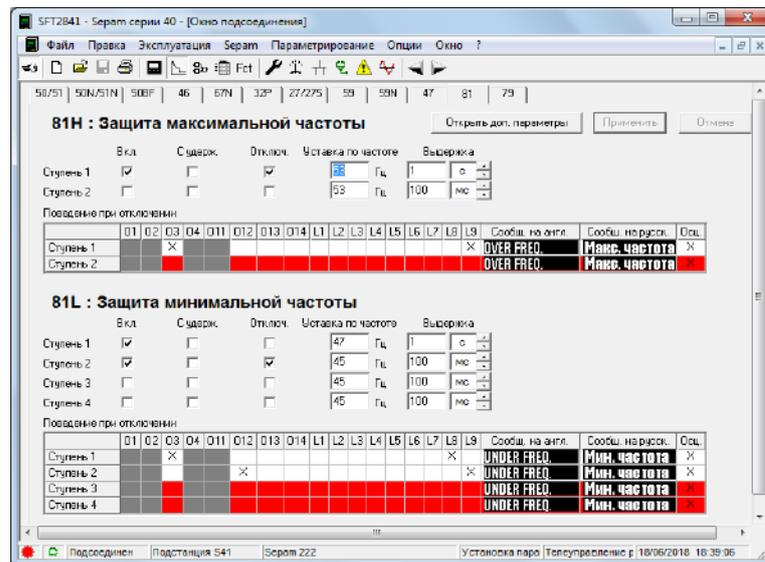

Рисунок 5.7 – Окно «81N уставки защиты максимальной/минимальной частоты»
10. На иконке  панели инструментов расположены параметры уставок, на вкладке 81Н расположены уставки Защиты максимальной/минимальной частоты (ЗМЧ/ЗмЧ) (рис. 5.7).